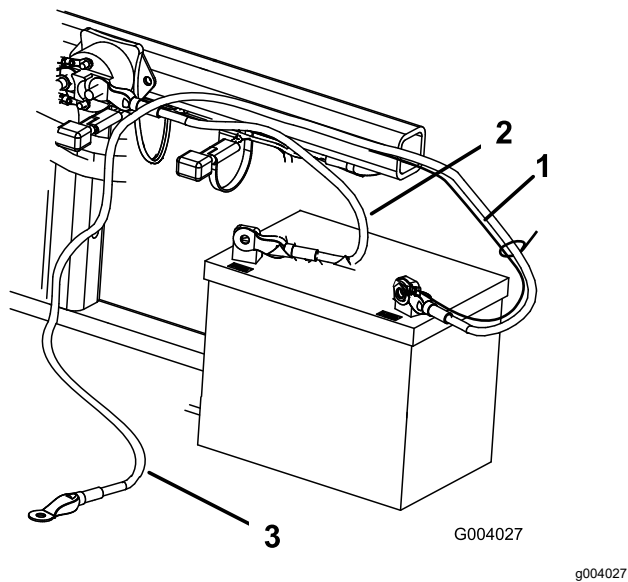

图 5
2. 用螺栓 ¼ x ⅝ 英寸和锁紧螺母将正极接线红色固定到正极+端子图 5。
3. 用螺栓 $\frac{1}{4} \times \frac{5}{8}$ 英寸和锁紧螺母 $\frac{1}{4}$ 英寸将小黑色接线和负极接线黑色固定到电池的负极-端子 图 5。